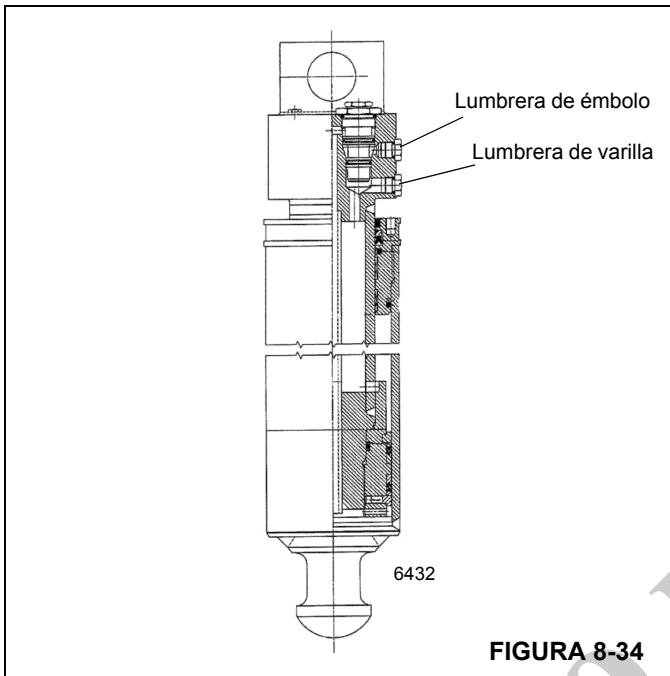

FIGURA 8-34
2. Quite la manguera del cilindro del lado de la varilla del cilindro de estabilizador que se sospecha que tiene fugas Figura 8-34. El aceite fluirá hasta que se vacíe la cavidad del bloque de lumbreras del cilindro. Una vez que se vacíe la cavidad del bloque de lumbreras, el aceite deberá dejar de fluir por la lumbrera del lado de la varilla.